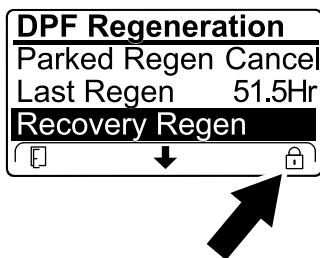

Figure 49
- Si le calculateur moteur n'a pas demandé de régénération d'urgence et que vous naviguez jusqu'à l'option RECOVERY REGEN (régén. d'urgence), la régénération d'urgence se bloque et l'icône de blocage (Figure 49) apparaît en bas à droite de l'InfoCenter.